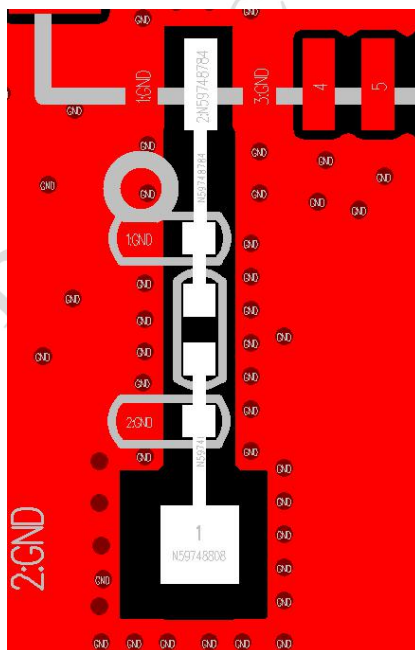
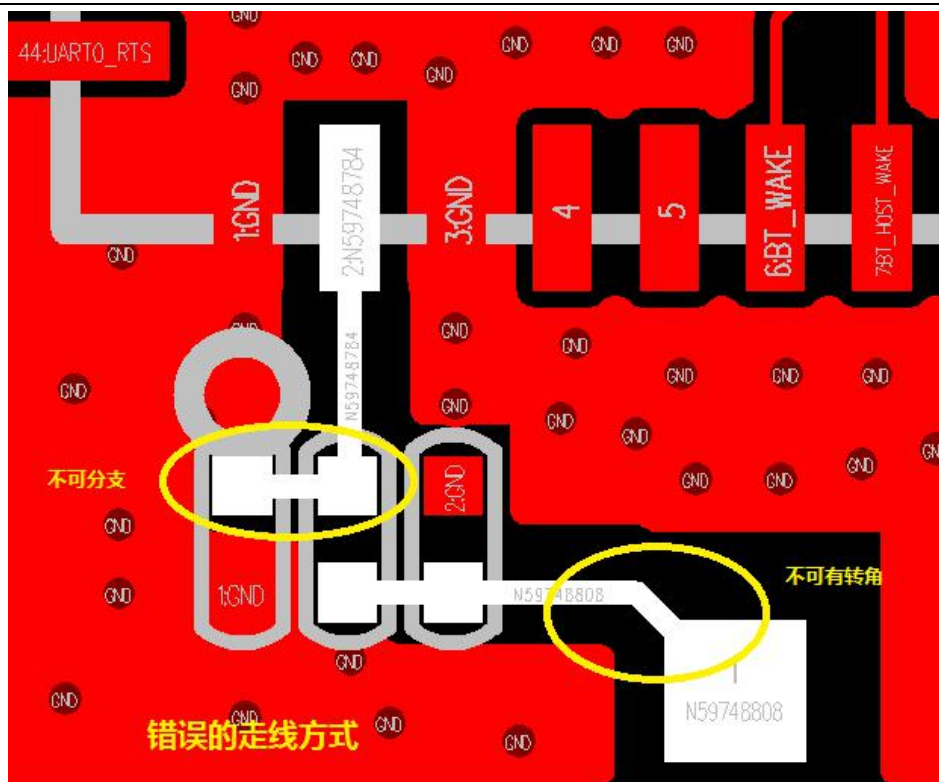

图16-12
图16-13
- 天线布线越长，能量损耗越大，因此在设计时，天线路径越短越好，不能有分支出现，不能打过孔，如图16-12所示，图16-13为错误的走线方式。